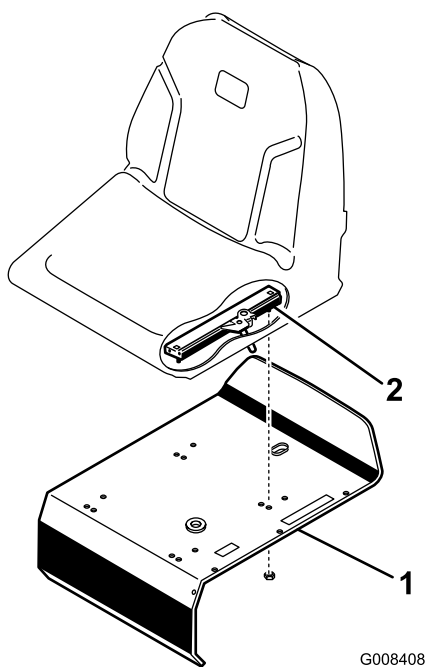

Figura 3
3. Fixe os adaptadores do banco no suporte do banco com as porcas (5/16 pol.) fornecidas nas peças soltas (Figura 3).